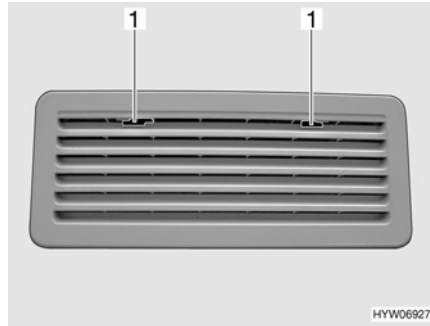
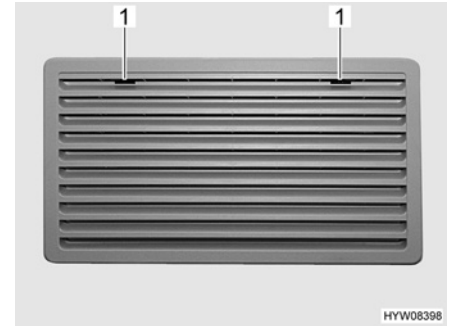

Fig. 95 Grille d'aération du réfrigérateur (Thetford)
Fig. 96 Grille d'aération du réfrigérateur, grande (Thetford)
- Pousser le dispositif de blocage (Fig. 95,1 ou Fig. 96,1) vers le milieu.